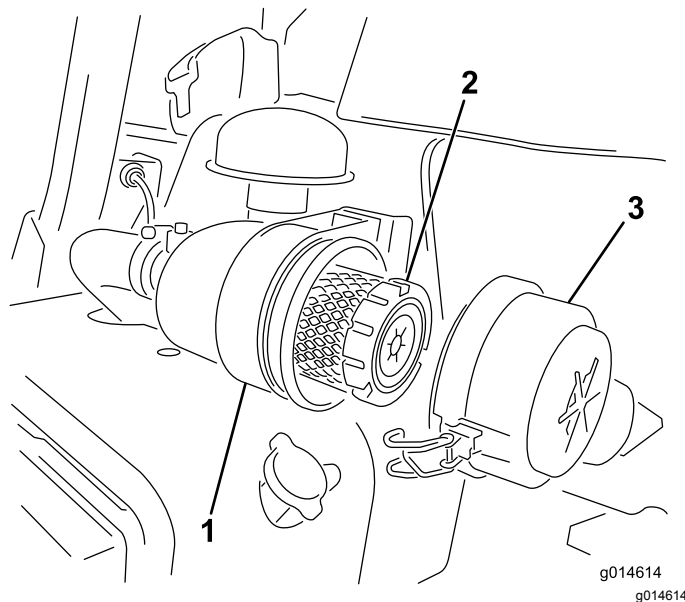

図 23
- エアクリーナのカバーをボディーに固定しているラッチを外す 図 23。
7. ラッチをしっかりとは掛ける 図 23。